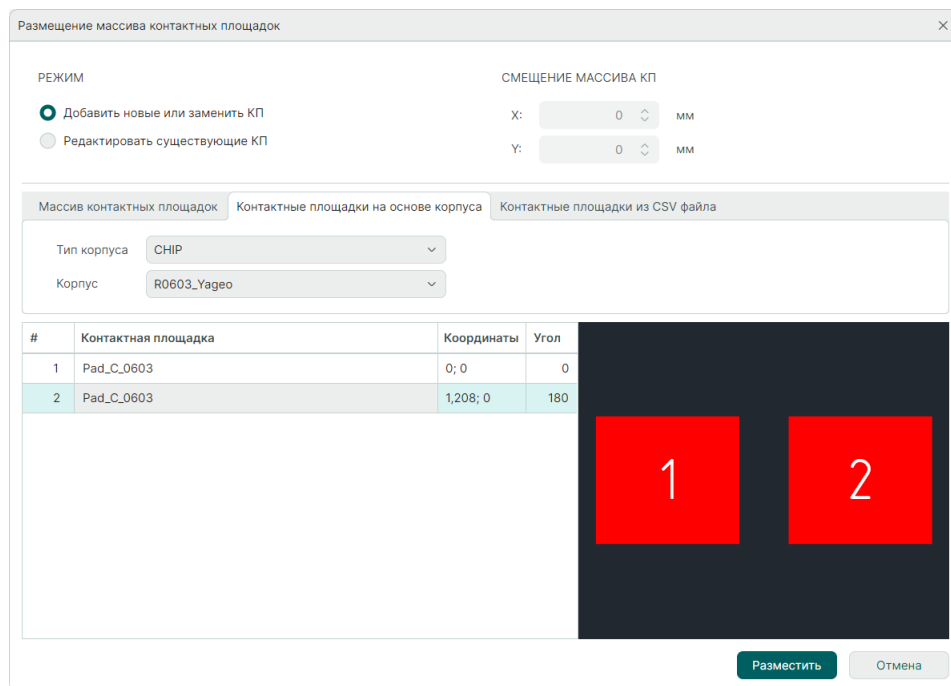

Рис. 98 Выбор корпуса
3. Выберите с помощью выпадающего списка «Корпус» один из корпусов определенного ранее типа, см. Рис. 98.